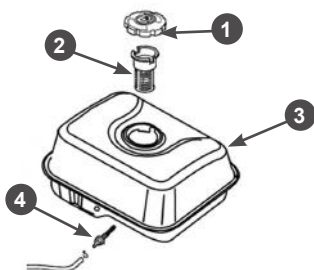

Рис. 16 Топливные фильтры
В топливном баке установлены два сетчатых топливных фильтра. Один фильтр устанавливается в заливной горловине топливного бака. Второй фильтр конструктивно объединен со штуцером топливного бака и установлен внутри бака (Рис. 16).
бака от грязи и конденсата. Одновременно с очисткой топливного бака необходимо проверять и очищать фильтр 4, установленный внутри бака (Рис. 16). Поврежденный или сильно загрязненный фильтр необходимо заменить.
3. Выкрутите из топливного бака выходной штуцер 4 и произведите его очистку (Рис. 16). Внимательно осмотрите сетчатый фильтр. При обнаружении механических повреждений замените штуцер топливного бака.